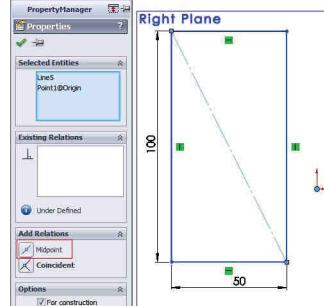
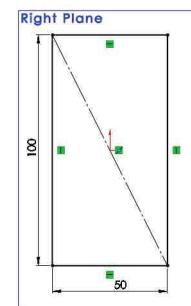

Fig. 5.2b
Fig. 5.2c
Se va desena un dreptunghi 100x50 mm în planul **Right**, centrat în originea sistemului de referință, fig. 5.2c.
A 100x50 mm rectangle is drawn in **Right** plane, fig. 5.2c.
- Selectie diagonala și punctul origine. În caseta PropertyManager se va activa opțiunea **Midpoint**, fig. 5.2b. Mijlocul diagonalei va fi plasat pe originea sistemului, fig. 5.2c.
- Select the diagonal and origin point. In the PropertyManager window activate **Midpoint** option, fig. 5.2b. The middle of the diagonal is placed over the origin point, fig. 5.2c.